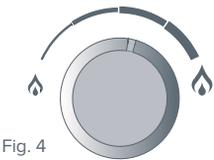

Fig. 4
- ENCENDIDO:** para activar el calentador presione el interruptor en la posición ON (punto rojo) antes de abrir la llave de agua. Para encender su calentador, solo tiene que abrir la llave de agua caliente. Para aumentar la temperatura, gire la perilla del gas al máximo (**ver Fig. 4**).